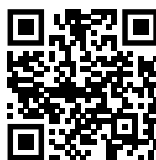

Fig. 121
- ▶ Ouvrez le Liebherr SmartMonitoring Dashboard. (voir Fig. 121) .